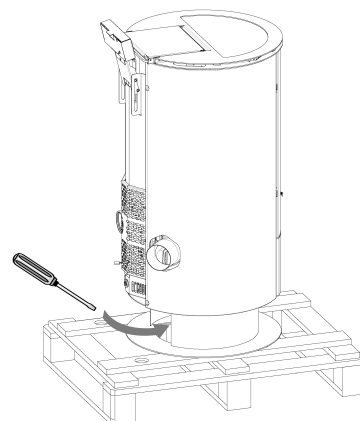

Fig. 2 - Entfernung der Schrauben (Modell Flute)
- Für das Modell **FLUTE**: die Schrauben im Inneren des Sockels, mit denen der Ofen an der Palette befestigt ist, entfernen, (siehe **Fig.2**).